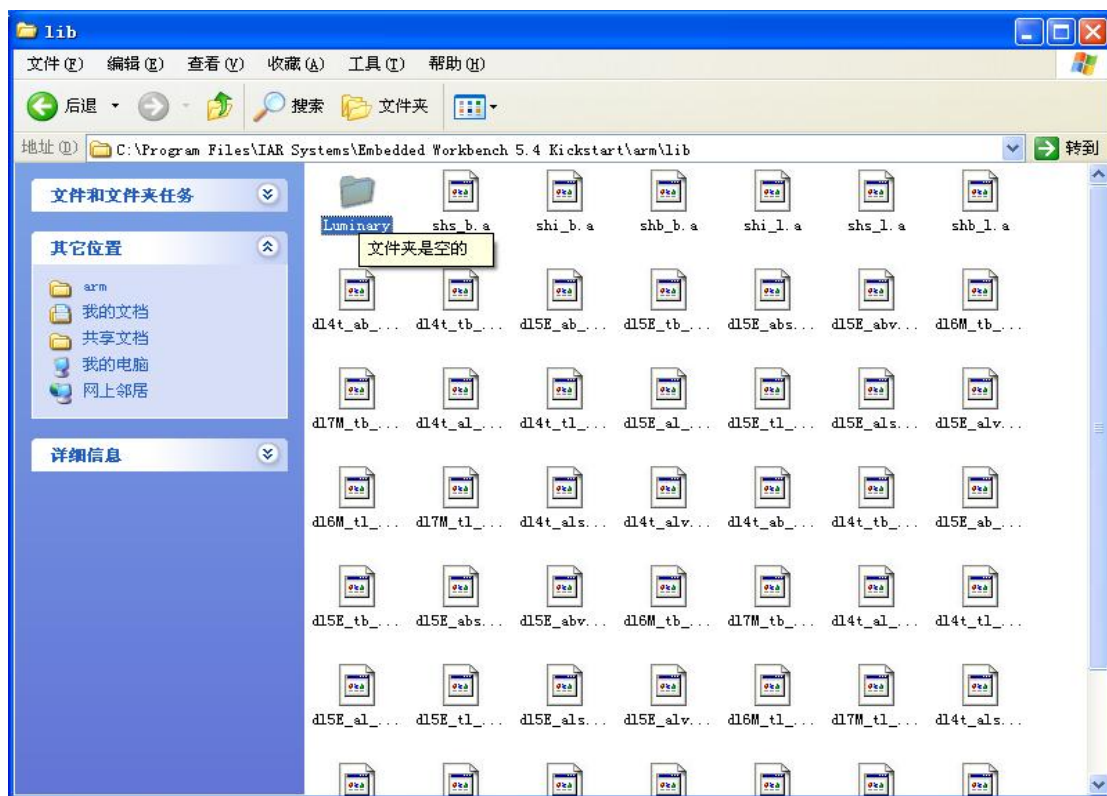

图 2.8 新建“Luminary”文件夹
2. 在“C:\Program Files\IAR Systems\Embedded Workbench 5.30 Kickstart\arm\lib”下，新建一个“Luminary”文件夹，如图 2.8 所示。